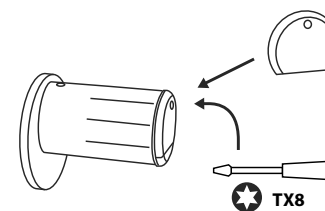

Fig. 4
- 4 Remplacez le couvercle avant et vissez-le fermement (Fig. 4).